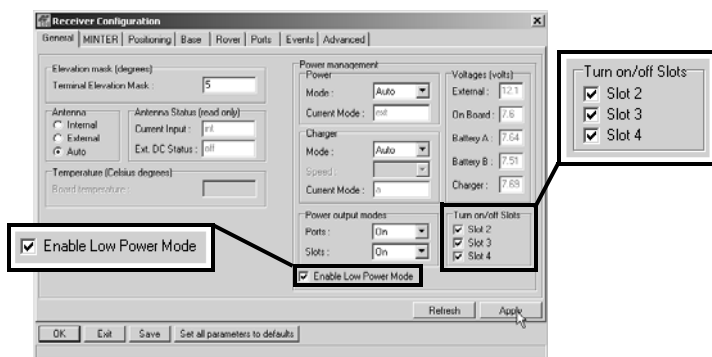

Figura 2-7. Habilitar y Aplicar Valores de Energía
8. Seleccione y habilite cada una de las casillas de verificación de *Turn on/off Slots* para habilitar los slots internos correspondientes (Figura 2-7).
9. Seleccione y habilite la casilla de verificación *Enable Low Power Mode* para que el procesador del receptor pase al modo de bajo consumo de energía (Figura 2-7).